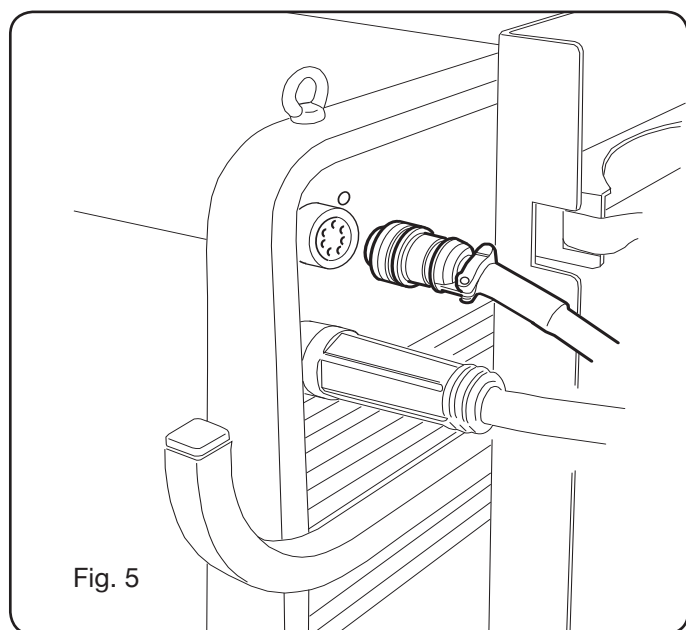

Fig. 5
- Utför anslutningarna på generatorns baksida såsom visas i Fig. 5